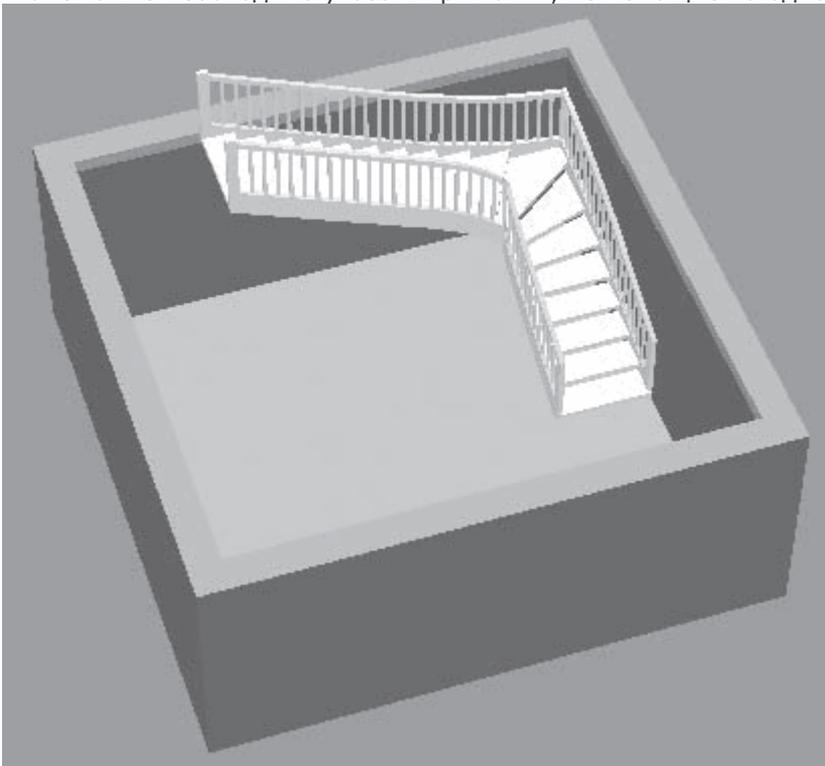

Рис. 1.36. Трехмерная модель L-образной лестницы с изгибом
– Лестница L-образная (дерево) и Лестница L-образная (монолит) – L-образная лестница с изгибом, отличается от обычной L-образной только тем, что в месте поворота есть небольшой изгиб, но нет площадки (рис. 1.36). В настройках лестницы задается ее длина до изгиба и длина после изгиба (откуда и вычисляется радиус изгиба). Для размещения ее на плане также необходимо указать три точки, не лежащие на одной прямой.